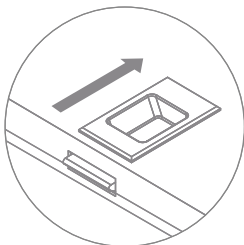

Рис. 4
3. Достаньте систему из упаковки. Откройте крышку корпуса системы, потянув каждый замок-ручку друг к другу (рис. 4), отставьте ее в сторону.
2. Откройте крышку корпуса системы, потянув каждый замок-ручку друг к другу (рис. 4), оставьте ее в сторону. Извлеките корпус мембраны из скобы крепления для удобства последующей работы с ним.
2. Откройте крышку корпуса системы, потянув каждый замок-ручку друг к другу (рис. 4), отставьте ее в сторону. Извлеките блок предварительной очистки из скобы крепления для удобства последующей работы с ним.